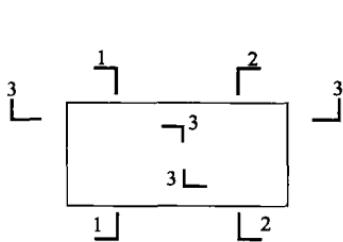

图 1-6 剖视的剖切符号
(1) 剖切符号。施工图中剖视的剖切符号用粗实线表示, 它由剖切位置线和投射方向线组成。剖切位置线的长度大于投射方向线的长度, 如图 1-6 所示。一般剖切位置线的长度为 6~10mm, 投射方向线的长度为 4~6mm。剖视剖切符号的编号为阿拉伯数字, 顺序由左至右、由上至下连续编排, 并注写在剖视方向线的端部, 如图 1-6 所示。需转折的剖切位置线, 在转角的外侧加注与该符号相同的编号, 如图 1-6 中 3-3 剖切线。构件剖面图的剖切符号通常标注在构件的平面图或立面图上。